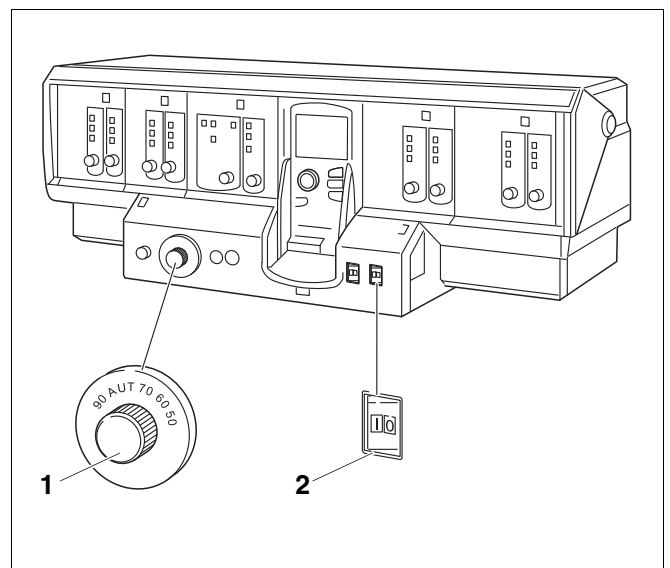

Fig. 3 Aparat de reglare (aici de ex.: Logamatic 4000)
- Comutați regulatorul de temperatură al agentului termic (Fig. 3, **Poz. 1**) pe "AUT".
- Comutați întrerupătorul (Fig. 3, **Poz. 2**) în poziția "I" (pornit).
- Comutați întrerupătorul (Fig. 3, **Poz. 1**) în poziția "0" (oprit).